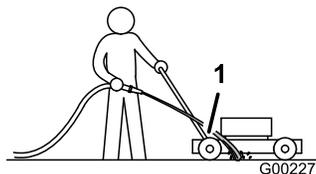

Figura 26
3. Mantenha a mangueira ligada ao nível do manípulo e direcione a água para fluir para o solo mesmo em frente da roda traseira direita (Figura 26).